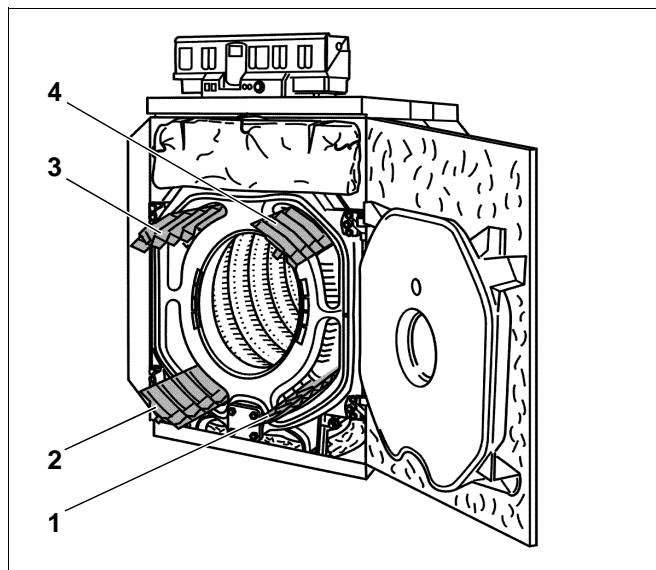

Fig. 66 Estrarre le piastre di guida dei gas scaldanti
- Estrarre dal davanti le piastre di guida dei gas scaldanti, dai giri di fumo (fig. 66, **pos. 1 – 4**).